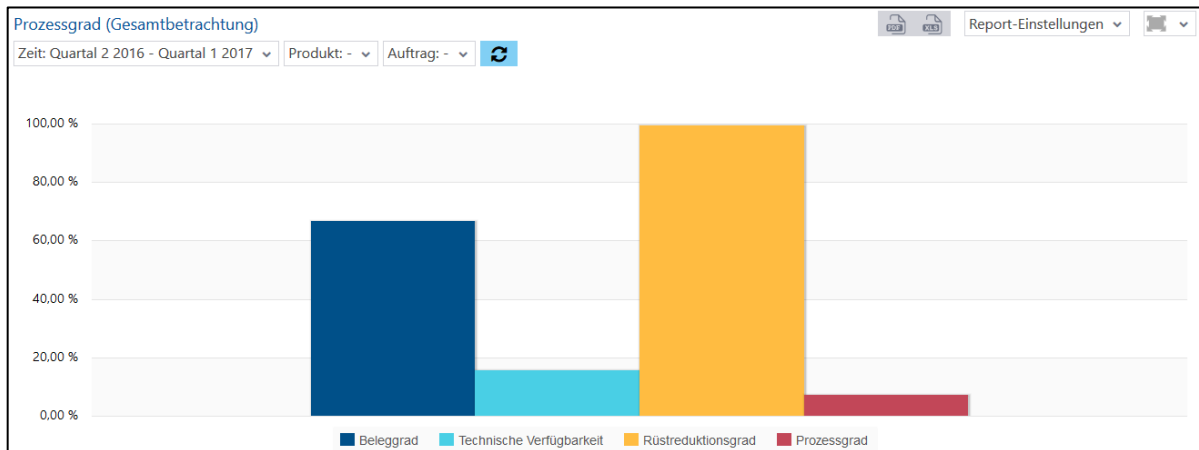

Bild 127: Prozessgrad (Gesamtbetrachtung) als Säulendiagramm
- Prozessgrad (Gesamtbetrachtung) als Säulendiagramm (Bild 127):